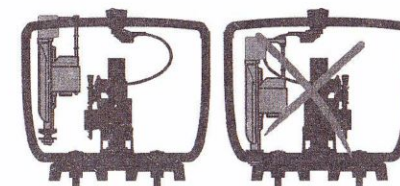

Рис. 2
3.4 Закрепите стакан 14 в сборе с клапаном, трубой перелива 12 и тросом 11 в техническом цоколе 16 так, чтобы трос находился с противоположной стороны от наполнительного клапана (Рис. 2).